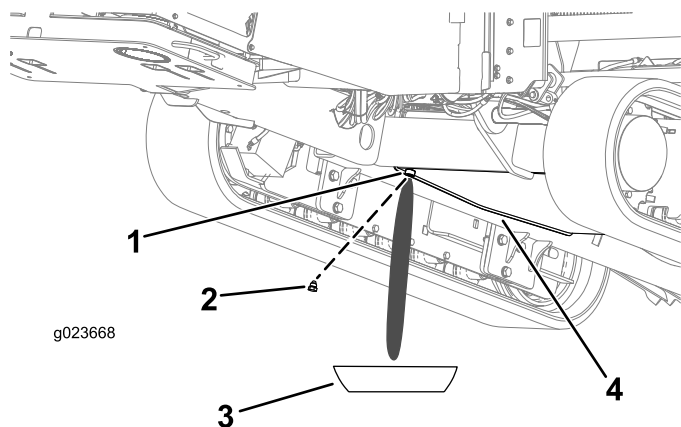

Figura 127
3. Desparafuse o bujão de drenagem até escoarem a água e os sedimentos (Figura 127).